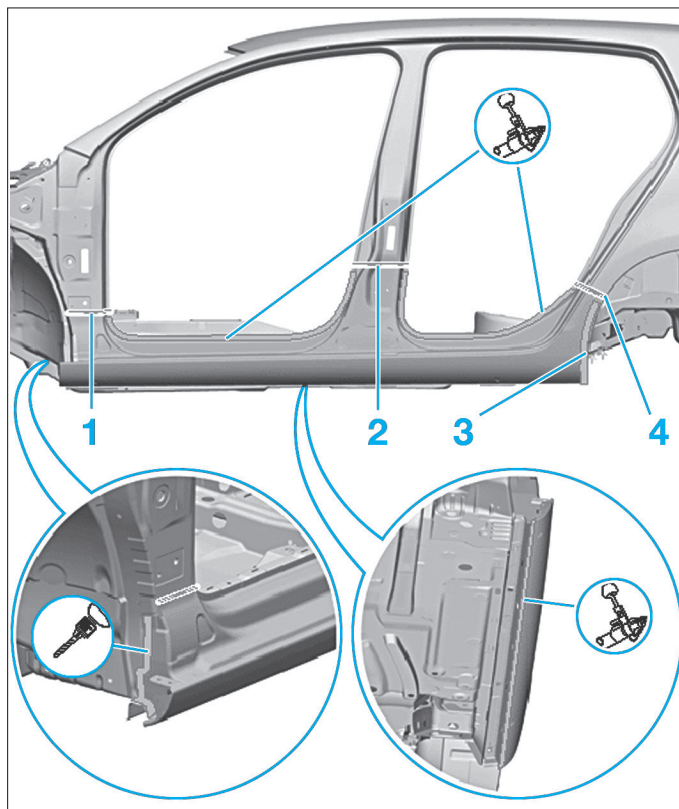

FIG. 97
- Tracer la ligne de coupe (1) en fonction de l'étendue du dommage (**Fig.97**).
- Procéder au découpage suivant la ligne (2) au-dessus du support inférieur de la charnière de porte arrière.
- Tracer la ligne de coupe (4) en fonction de l'étendue du dommage.
- Tronçonner l'arête extérieure (3) sur le passage de roue.